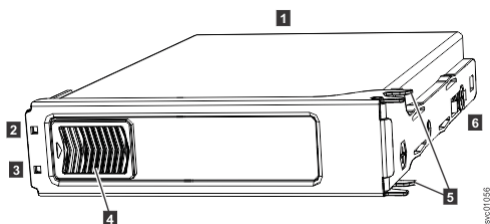

图 144. 驱动器组合件上的指示灯
第 114 页的图 144 显示了驱动器组合件的组件。每个驱动器都具有一个联机指示灯 (2) 和一个故障指示灯 (3)。